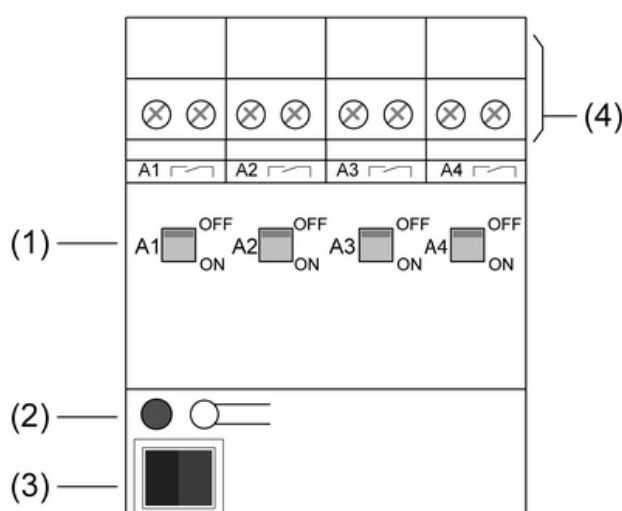

Figure 1: Vue de l'actionneur de commutation 4 postes
L'état des relais est indiqué par les interrupteurs coulissants (1) sur la face avant de l'appareil (figure 1). Ils servent simultanément à la commande manuelle des sorties de relais avec un outil adapté.